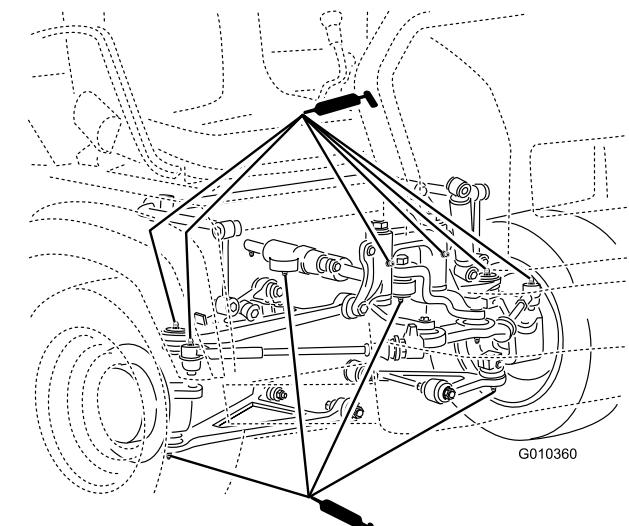

Figure 39
- Rotules (4), biellettes (2), supports de pivot (2) et vérin de direction (2) (Figure 39)